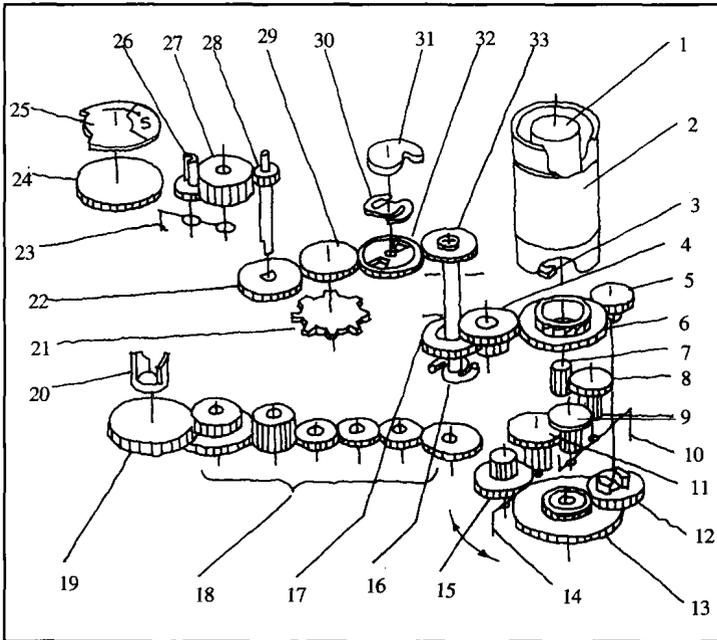

图 1-1 理光 FX—30 输片传动机构结构示意图
该部由电机驱动，分四组有机配合完成卷片、计数、快门上弦、自动倒片各项动作，见图 1-1，输片传动机构结构示意图，并以此了解输片传动机构各轮系之配合关系，以便分析查找故障原因和所在部位。
配合动作过程：见图 1-1
(1) **快门上弦**: 由卷片机构带动的快门上弦凸轮 (参见图 1-1 的 31), 推动快门上弦推杆 6 左行,
①推动连杆推丁 7 带动上弦连杆 8, 左推快门释放推杆 9 左行, 直至被上弦连杆锁钩 26 锁住, 拉簧 1 和 3 均被拉紧。
②画幅控制板 4 同时被上弦推杆 6 推向左侧, 将画幅开关置于停机状态。
③快门上弦锁杆 5 的下爪抵住快门上弦杆 9。
④AE 电磁铁推杆 2 的上端, 由上弦连杆 8 推向左侧, 其下端经连杆 20、AE 衔铁臂 15 及 AE 衔铁 13 压下, 与 AE 磁铁 14 吸合, X 同步开关 12 张开。同时, AE 衔铁臂 15 的上爪下落, 松开快门 AE 曝光控制杆 10 落下, 其凹部与 AE 曝光推杆 16 的上端相接, 为快门叶片曝光做准备。
⑤计时开关 27 已被快门释放推杆 9 的左上端推合, 接通计时电路。
⑥衔铁拉簧杆 24, 被快门上弦连杆 8